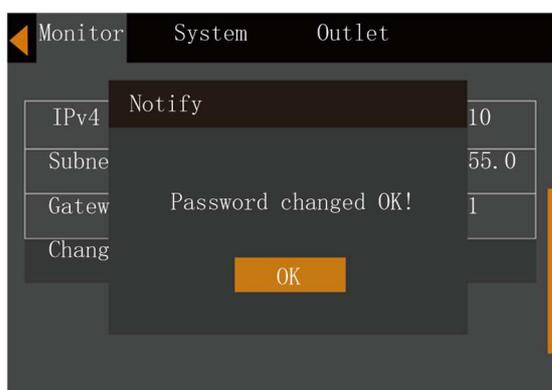

Figura 5-29 Contraseña cambiada satisfactoriamente
6. Después de confirmar la contraseña nueva, pulse la tecla **Enter**; aparecerá un aviso del sistema que le indicará que la contraseña se ha cambiado correctamente, véase la Figura 5-29.